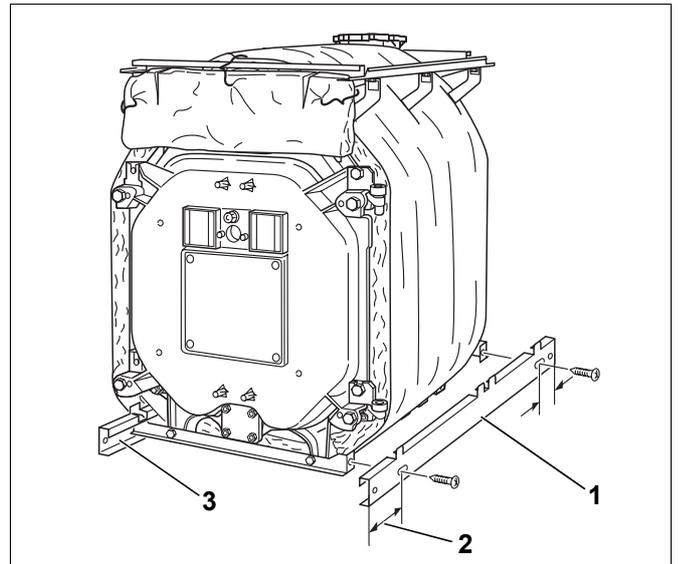

Bild 47 Seitliche Sockelschienen montieren
- ▶ Die Sockelschienen (Bild 47, **Pos. 1** und **3**) jeweils mit dem langen Überstand nach vorne (Bild 47, **Pos. 2**) in die unteren Quertraversen einhängen.